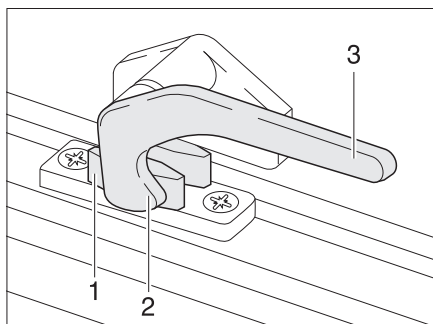

Fig. 8 Leva di serraggio in posizione "chiuso"
- Ruotare la leva di serraggio (Fig. 8,3) di un quarto di giro verso il centro della finestra.
- Ruotare la leva di serraggio (Fig. 8,3) di un quarto di giro verso il telaio della finestra. Il nasello di chiusura (Fig. 8,2) si trova sul lato interno della chiusura della finestra (Fig. 8,1).
- Girare nuovamente all'indietro la leva di serraggio. Riportare contemporaneamente il nasello di chiusura (Fig. 8,2) nella rientranza della chiusura della finestra (Fig. 8,1).